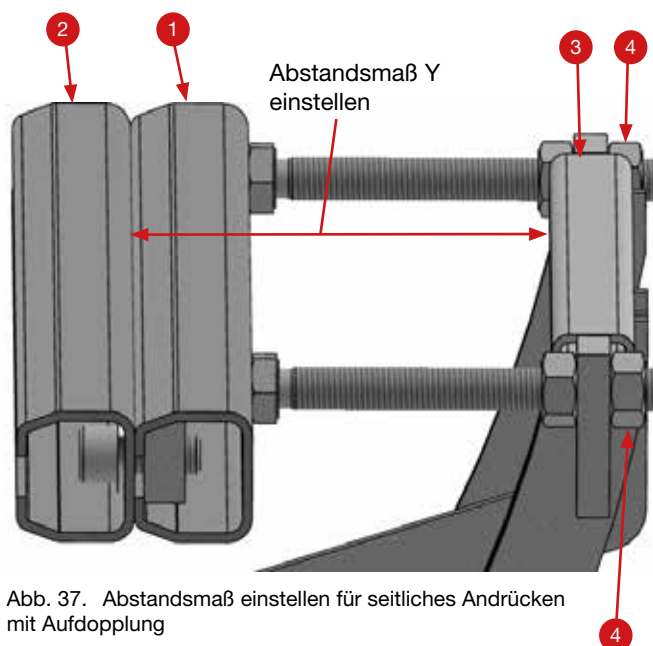

Abb. 37. Abstandsmaß einstellen für seitliches Andrücken mit Aufdopplung
4. Maß „Y“ zwischen Aufdopplungs-C-Schiene und Andrückrahmen einstellen (s. Abb. 37)